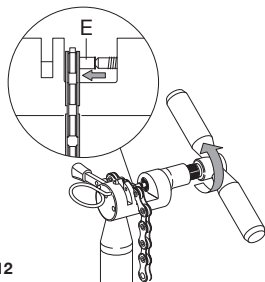

Fig.12
- Imprimito una forza omogenea, avviate l'utensile (**Fig. 12**) finché la bussola **ULTRA-LINK 5-CN-SR700** (E) non sia completamente entrata nello spessore della catena.